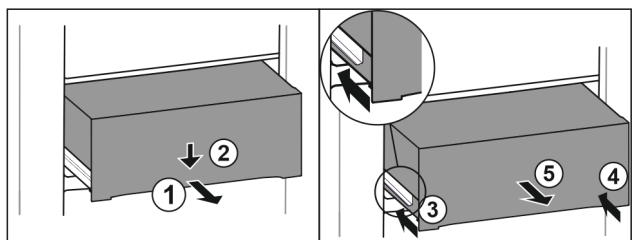

Fig. 82
- ▶ Extrageți pe jumătate sertarul. Fig. 82 (1)
- ▶ Apăsăți în jos sertarul pe partea frontală. Fig. 82 (2)
- ▶ Inserați șina stângă aproximativ 2 cm. Fig. 82 (3)
- ▶ Inserați șina dreaptă aproximativ 2 cm. Fig. 82 (4)
- ▶ Extrageți sertarul spre înainte. Fig. 82 (5)